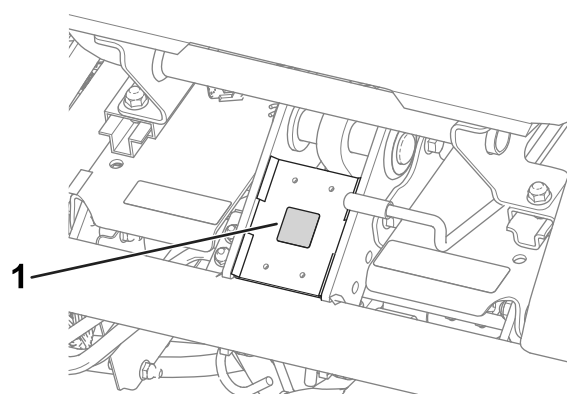

図 15
- CE マークステッカーP/N 93-7252を、運転席前下のフレーム部分に貼りつける 図 15。